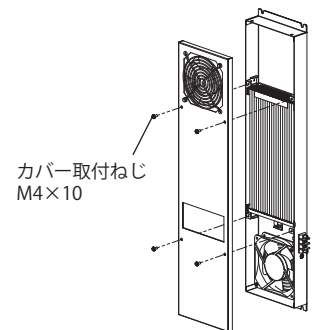

図4
1. カバー取付ねじ M4×10(PHE-15C(-2)A : 4カ所、PHE-20C(-2)A・30C(-2)・40C(-2)・60C(-2) : 5カ所)をゆるめて、カバーを取外してください。(図4)